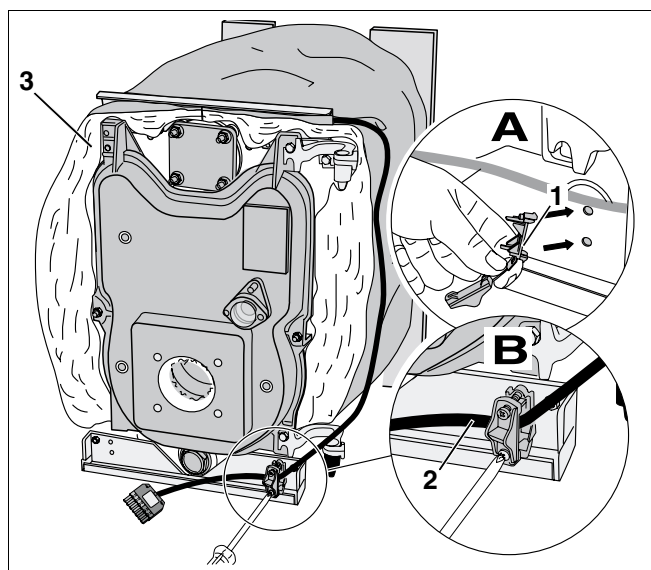

Fig. 44 Montarea trenului de detensionare și a cablului arzătorului
- Trenul de detensionare (Fig. 44, **Poz. 1**) se fixează în găurile prevăzute ale traverselor inferioare (Fig. 44, **Lupă A**).
- Cablul arzătorului (Fig. 44, **Poz. 2**) se așează pe (Fig. 44, **Poz. 3**) izolația termică.
- Cablul arzătorului se poziționează în trenul de detensionare (Fig. 44, **Lupă B**).
- Cablul arzătorului se asigură cu două șuruburi peste trenul de detensionare (Fig. 44, **Lupă B**).